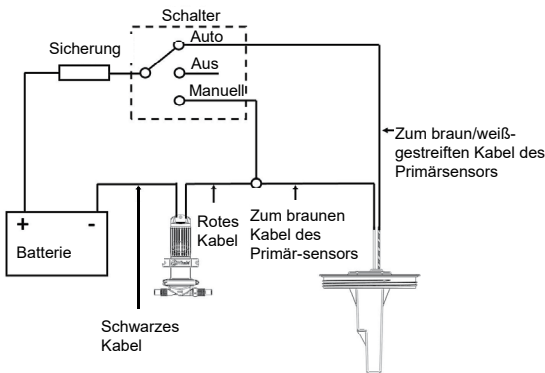

Abbildung 8A Anschlusschema - für Modelle mit einem Sensor
Schritt 4: Verkabelung: Siehe Abbildung 8A oder Abbildung 8B.